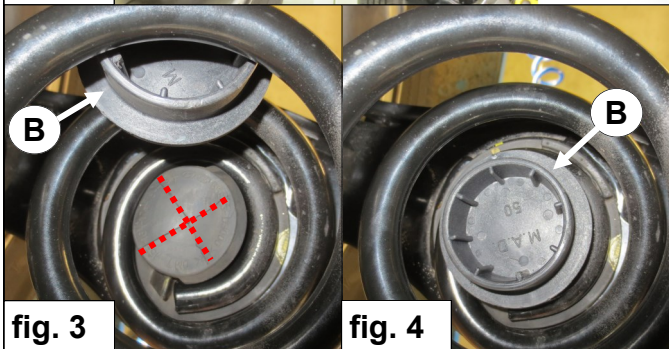

fig. 3
3. Snij een kruis in de bovenzijde van het onderste veerrubber. *Zie fig. 3.*
4. Plaats veerschotel **B** door het kruis heen in het gat in de draagarm. *Zie fig. 3 & 4.*
3. Cut a cross in the top of the lower spring rubber. *See fig. 3.*
4. Insert spring seat **B** through the cross and into the hole in the wheel arm. *See fig. 3 & 4.*
3. Schneiden Sie ein Kreuz in der oberen Seite des unteren Federgummi. *Siehe Fig. 3.*
4. Stellen Sie Federteller **B** durch das Kreuz und in das Loch in den Tragarm. *Siehe Fig. 3 & 4.*
3. Couper une croix dans la partie supérieure du caoutchouc ressort inférieur. Voir fig. 3.
4. Placez la plaque de ressort B par la croix et dans le trou dans le bras. Voir fig. 3 & 4.
3. Skär ett kryss i den övre sidan av den nedre fjäder gummi. Se fig. 3.
4. Placera fjäderplattan B genom korset och in i hålet i armen. Se fig. 3 & 4.
3. Cortar una cruz en la parte superior de la goma de resorte inferior. Véase fig. 3.
4. Coloque placa de resorte B a través de la cruz y en el agujero en el brazo. Véase fig. 3 & 4.